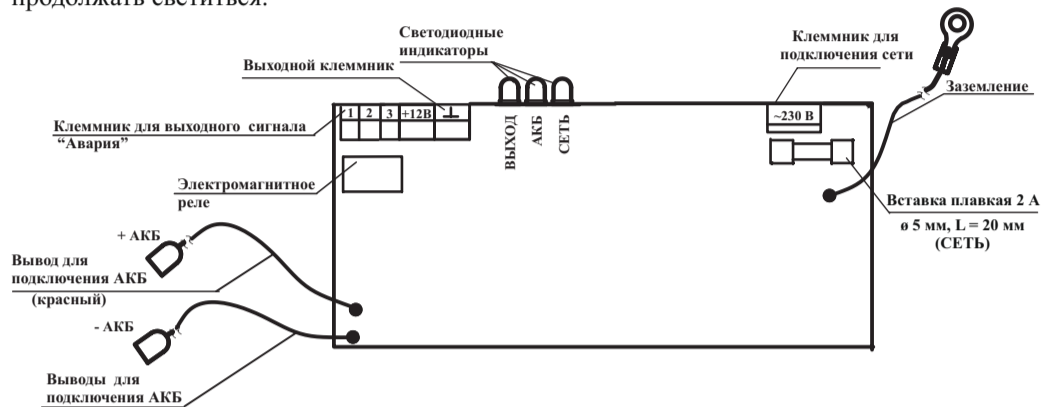

Рисунок 1 – Плата источника
6.4 Для подключения источника следует использовать провода с максимальным сечением согласно п. 2.16. Подключение производить в следующей последовательности (рисунок 1):
При отсутствии АКБ измерение напряжения на выводах для подключения АКБ (рисунок 1) является не корректным и его величина не регламентируется. Напряжение ниже 10 В не считается неисправностью